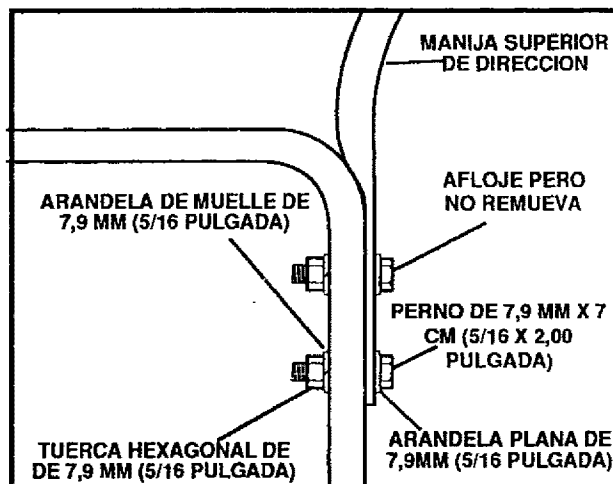

FIG. 4
- Afloje pero no remueva los tornillos, arandelas planas, arandelas de muelle y tuercas hexagonales de los orificios de arriba de la manija inferior (Vea FIG. 4).
- Emplee las herrajes (tornillos, arandela planas y contratuercas) provistos en a caja de repuestos, para sujetar la manija superior e inferior en el agujeros inferior (Vea FIG. 4).